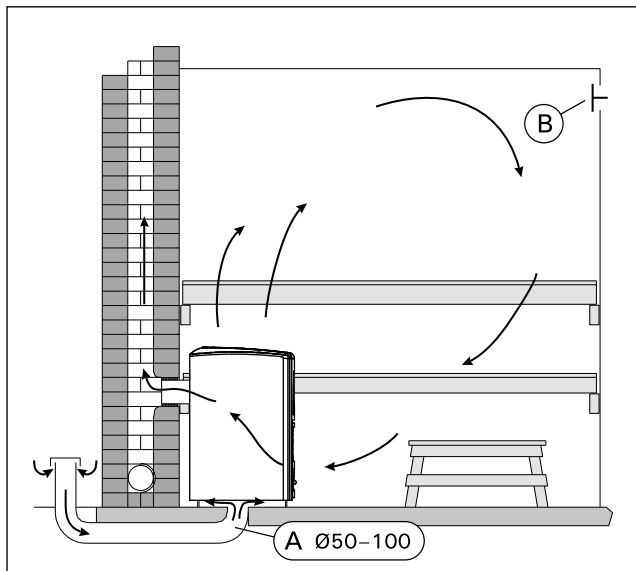

Рис. 1.
2.2. Вентиляция помещения сауны Естественная вентиляция (рис. 1)